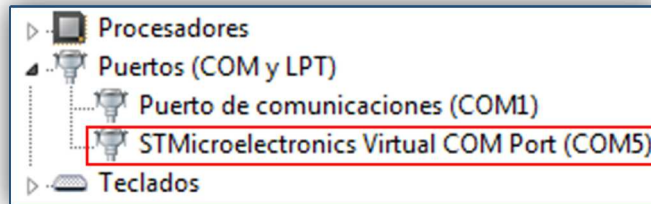

Figura 7. Información del puerto serie de enlace entre el PC y la central en Windows 7.
- Instalar el driver que permite configurar el puerto de comunicación serie del ordenador, para que el I-link pueda comunicarse con la central. Dicho de otro modo, si el usuario no instala este driver el I-link no podrá comunicarse con la central a través del puerto serie (USB). Una vez instalado, en caso de que el S.O sea Windows 7, se puede ver en el Administrador de dispositivos del PC la información como la de la Figura 7.